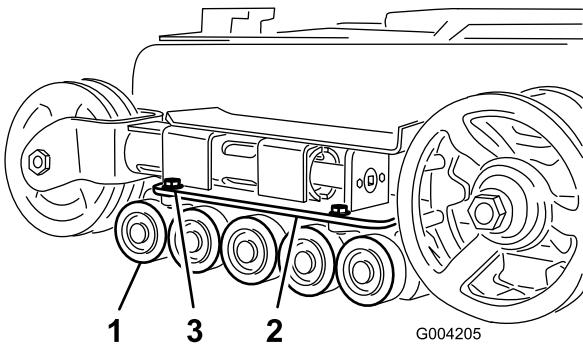

Bild 44
2. Nehmen Sie die vier Schrauben ab, mit denen die untere Kettenführung (die die Straßenräder enthält) befestigt ist, und nehmen Sie diese ab (Bild 44).